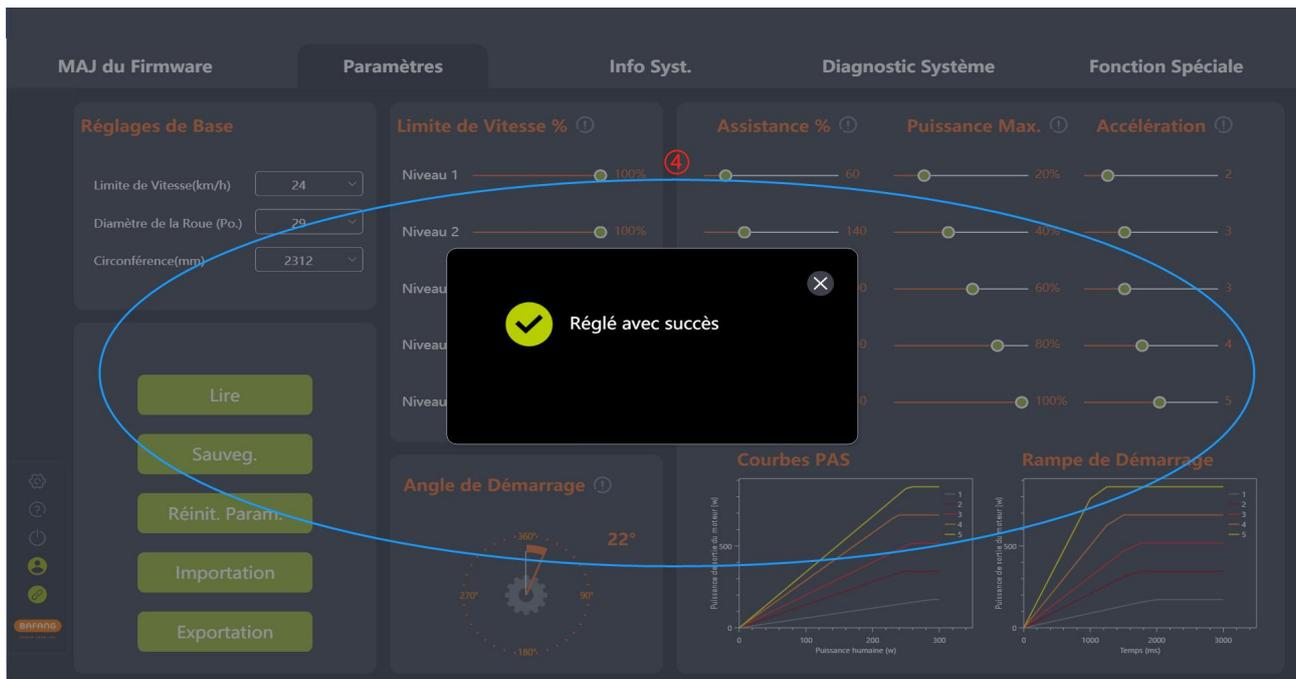

Fig. 5-14 Régler les paramètres
- (4) Après la connexion, vous pouvez régler les paramètres (Fig. 5-14).